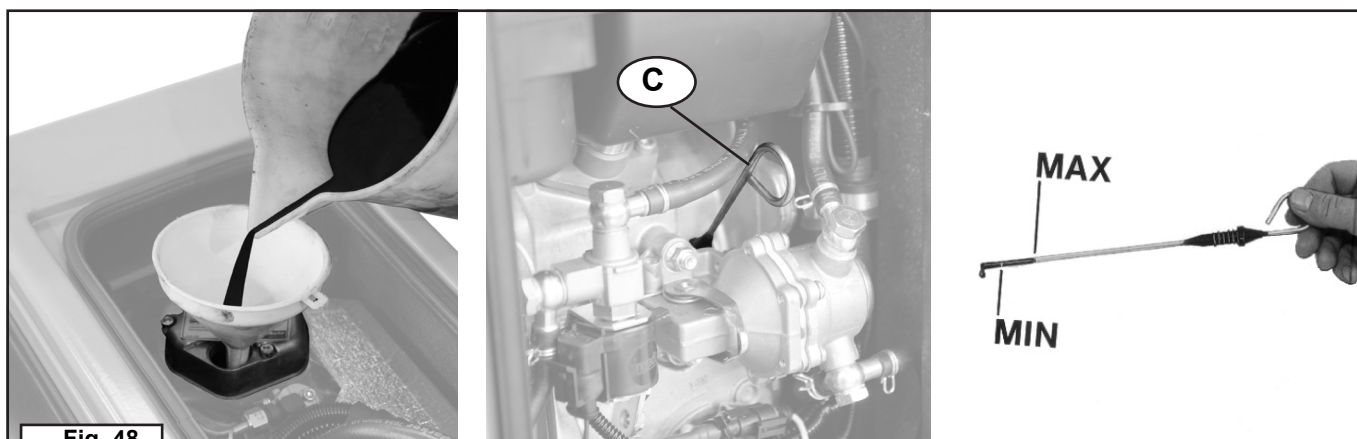

Fig. 48
12	Con l'ausilio di un imbuto, immettere il quantitativo di olio necessario all'interno del serbatoio attraverso il foro di ingresso superiore (fig. 48).
13	Controllare ora mediante l'asta (C) il livello raggiunto, estraendola dalla rispettiva sede. Il giusto quantitativo di olio si ha quando il livello si trova in prossimità della tacca di massimo "MAX" senza oltrepassarla (fig. 48).